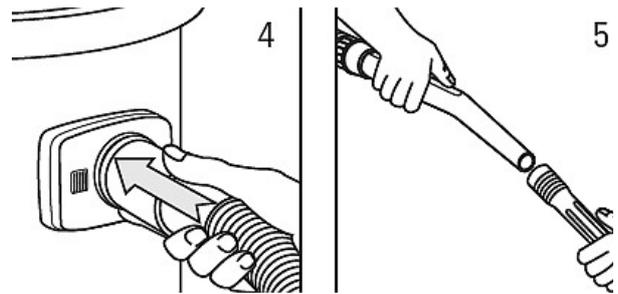

Abb. 7: Saugschlauch anschließen
Schritt 5: Stecken Sie den Netzstecker in die Steckdose und schalten Sie das Gerät ein (Abb. 7).